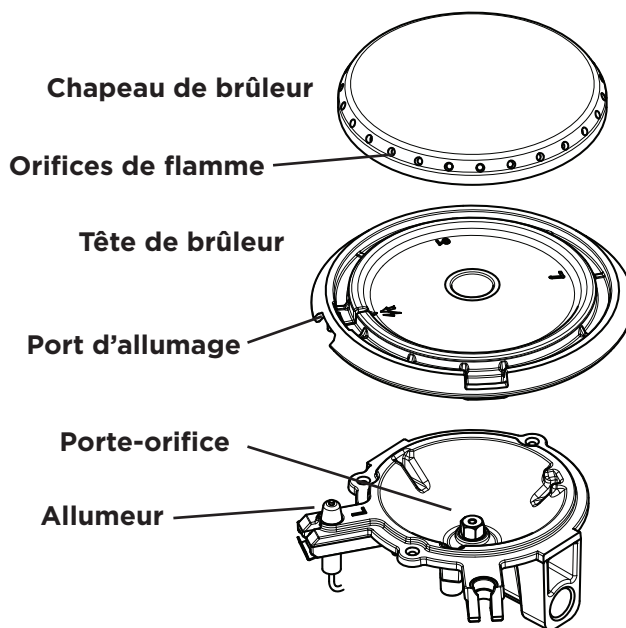

Figure 11: Chapeau de brûleur, tête de brûleur, allumeur et orifice
1. Retirer le capuchon et la tête de brûleur (voir Figure 11). Nettoyer à l'eau chaude savonneuse et sécher soigneusement.
3. Utiliser une vieille brosse à dents pour nettoyer la tête de brûleur au complet (voir Figure 11).